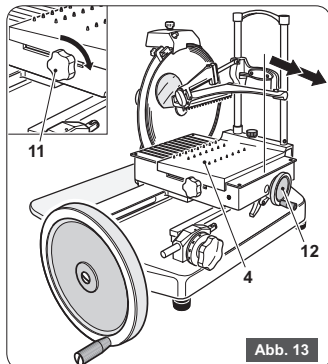

Abb. 13
- Den Messerschutz (9) wieder aufsetzen und den Griff (9a) (Abb. 13) festziehen.